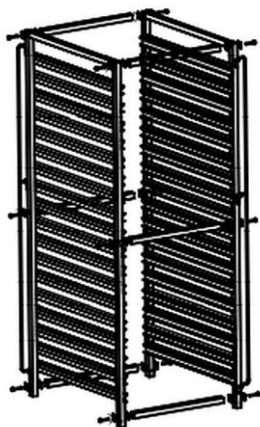

Fig. 1
7. Fije los 6 travesaños en la segunda parte lateral, utilizando arandelas y tornillos como se describe anteriormente. (Fig. 1).